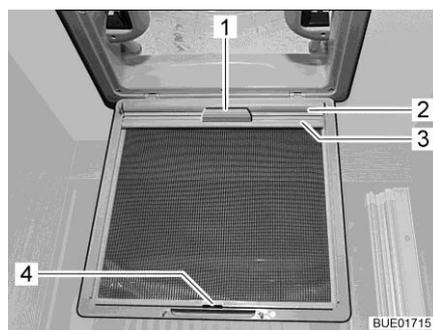

Fig. 125 Persiana oscurecedora enrollable (claraboya)
- Extraer la persiana oscurecedora enrollable (Fig. 125,2) por el tirador (Fig. 125,1) y enganchar el listón de sujeción (Fig. 125,3) en el gancho (Fig. 125,4) en la protección contra insectos.
- Desenganchar el listón de sujeción (Fig. 125,3) del gancho (Fig. 125,4) y regresar la persiana oscurecedora enrollable (Fig. 125,2) lentamente por el tirador (Fig. 125,1).